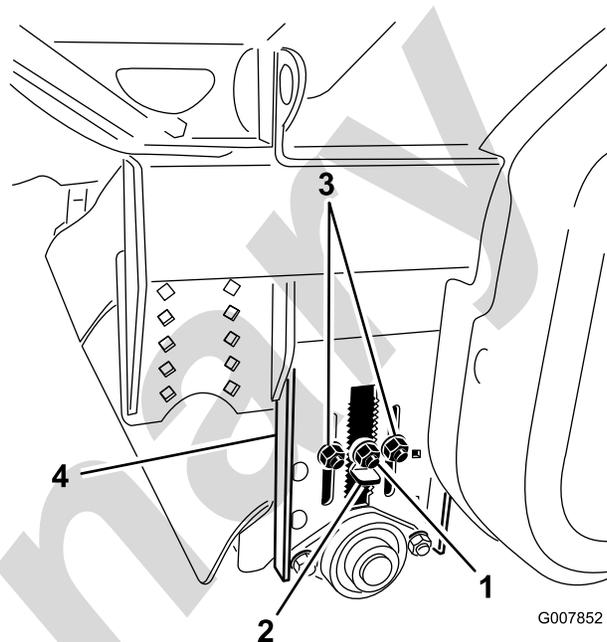

Рисунок 29
2. Ослабьте контргайку на движке регулировки высоты (Рисунок 29) так, чтобы его можно было вытянуть примерно на 1/2 дюйма (1,3 см).
3. Ослабьте контргайки регулировки высоты валика (Рисунок 29).
4. Вытяните движок регулировки высоты и переместите задний валик вверх или вниз, передвинув планку регулировки высоты валика на требуемую высоту (Рисунок 29).